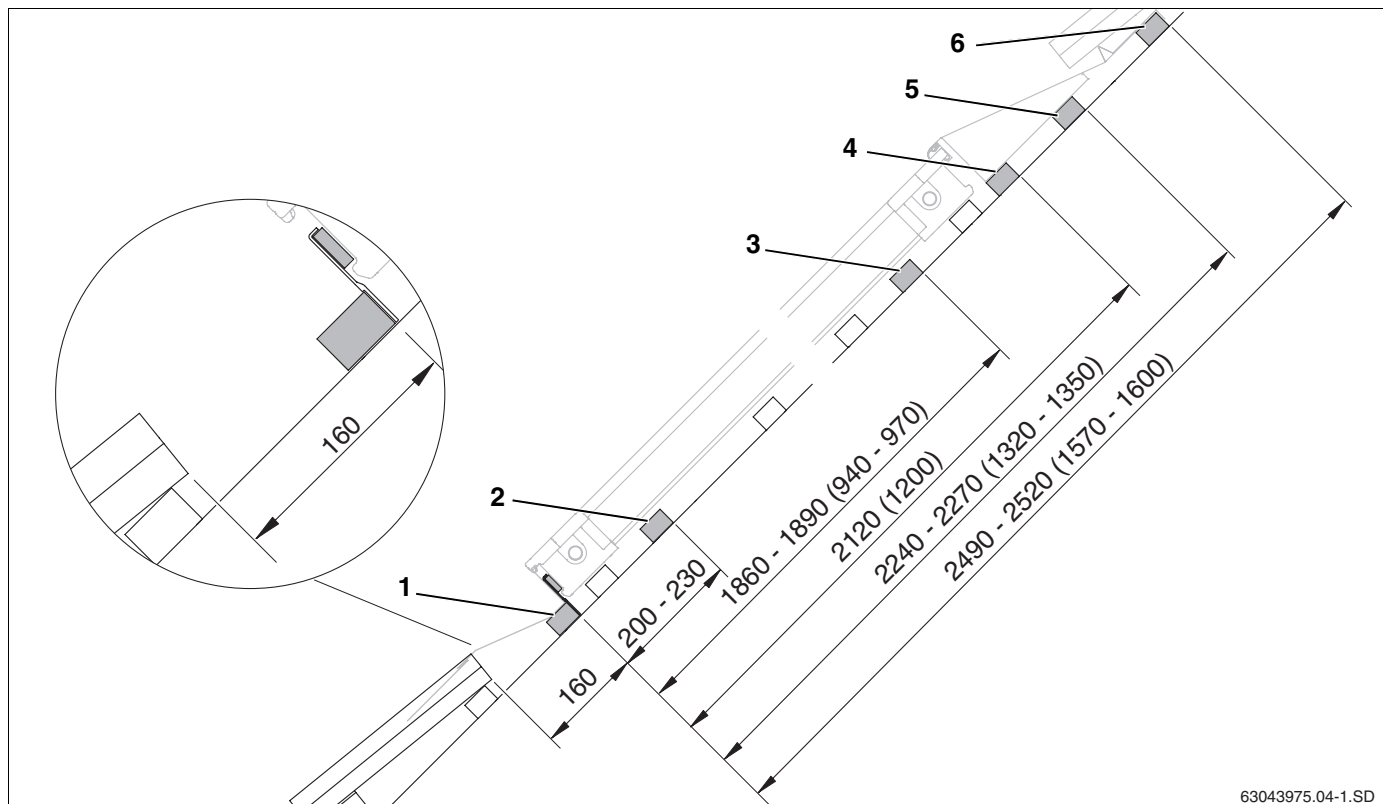

Fig. 14 Ecartements des lattes supplémentaires pour le montage d'une rangée (dimensions en mm, valeurs entre parenthèses = version horizontale)
- Mettre la première latte en place avec les dispositifs anti-glissement (fig. 14, **pos. 1**).
- Mettre la deuxième latte en place pour les serre-flancs latéraux dans la partie inférieure (fig. 14, **pos. 2**).
- Mettre la troisième latte en place pour les serre-flancs latéraux dans la partie supérieure (fig. 14, **pos. 3**).
- Mettre la quatrième latte en place pour soutenir la cale en polystyrène expansé des tôles de recouvrement supérieures (fig. 14, **pos. 4**).
- Mettre la cinquième latte en place pour soutenir les tôles de recouvrement supérieures (fig. 14, **pos. 5**).
- Mettre la sixième latte en place pour soutenir et fixer les tôles de recouvrement supérieures (fig. 14, **pos. 6**).
Pour le montage de plusieurs rangées, poser les lattes de la première rangée comme dans le cas du montage d'une rangée (fig. 14). Les 5ème et 6ème lattes ne sont pas nécessaires pour la rangée inférieure.